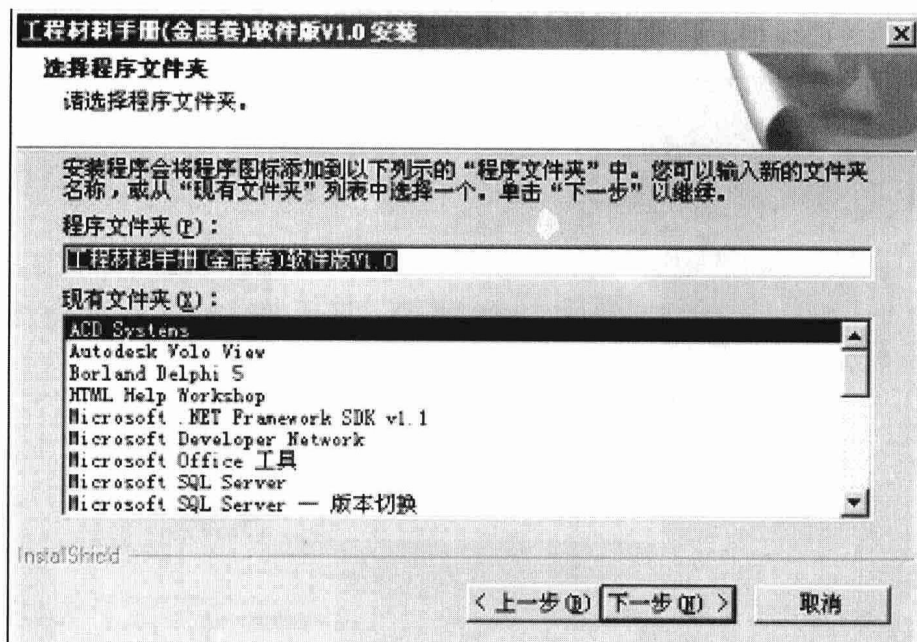

图 1.8 选择程序文件夹界面
(8) 单击“下一步”按钮，出现选择程序文件夹界面，如图 1.8 所示。您可以输入新的文件夹名，或从现有文件夹列表选择一个。